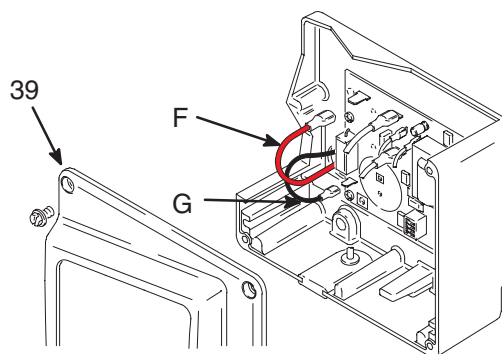

Fig. 3
3. Fig. 3. Retire la tapa del dispositivo de control de la presión (39). Desconecte los cables del motor (F) y (G).